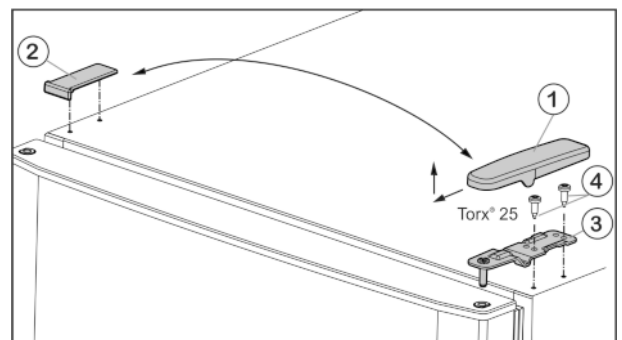
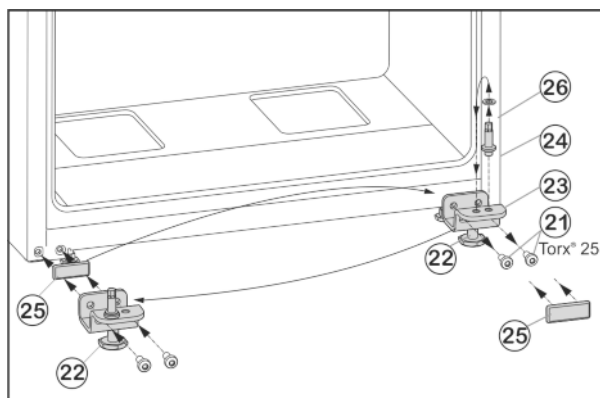

Fig. 4
Fig. 6
- ▶ Потяните крышку Fig. 4 (1) вперед и вверх.
- ▶ Снимите крышку Fig. 4 (2).
- ▶ Открутите верхний опорный кронштейн Fig. 4 (3) (2 шт. Torx® 25) Fig. 4 (4) и вытяните вверх.
- ▶ Открутите крепежные винты Fig. 6 (21).
- ▶ Снимите нижний опорный кронштейн Fig. 6 (23) вместе с опорным пальцем Fig. 6 (24), шайбой Fig. 6 (26) и регулируемой опорой Fig. 6 (22).
- ▶ Открутите опорный палец Fig. 6 (24) вместе с шайбой Fig. 6 (26) и, переставив в отверстие на противоположной стороне опорного кронштейна, снова прикрутите.
- ▶ Аккуратно снимите защитную пластину Fig. 6 (25) и переставьте ее на противоположную сторону.
- ▶ Прикрутите нижний опорный кронштейн Fig. 6 (23) вместе с опорным пальцем Fig. 6 (24), шайбой Fig. 6 (26) и регулируемой опорой Fig. 6 (22) с другой стороны шарнира (с моментом 4 Нм), при необходимости используйте аккумуляторный шурупверт.
- ▶ Установите нижнюю дверцу сверху на опорный палец Fig. 6 (24).
- ▶ Вставьте средний опорный кронштейн (13) с поворотом на 180° в нижнюю дверцу и прикрутите с помощью крепежных винтов (11) (2 шт. Torx® 25) на новую сторону шарнира (с моментом 4 Нм).
- ▶ Снова установите пластиковую шайбу (10).
- ▶ Установите верхнюю дверцу на средний опорный кронштейн (13).
- ▶ Установите верхний опорный кронштейн Fig. 4 (3) на новой стороне шарнира и защелкните в дверце.
- ▶ Привинтите верхний опорный кронштейн (с моментом 4 Нм) (2 шт. Torx® 25) Fig. 4 (4). При необходимости используйте аккумуляторный шурупверт.
- ▶ Наденьте и защелкните крышку Fig. 4 (1) на противоположной стороне снаружи.
- ▶ Также наденьте сверху и защелкните крышку Fig. 4 (2) на противоположной стороне.
- ▶ Выверните регулируемую опору Fig. 6 (22) на нижнем опорном кронштейне Fig. 6 (23) до ее соприкосновения с полом.